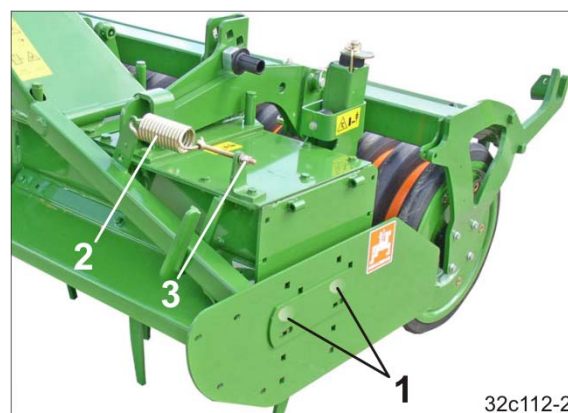

Bild 119
Sidoplåten är fixerad med två platta rundskruvar (Bild 119/1) och kan höjjusteras.
2. Ställ in fjäderspänningen (Bild 119/2) genom att vrida muttern (Bild 119/3).